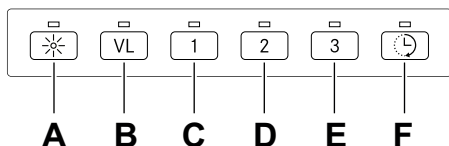

Fig. 9
1. Åbn programmering: Hold knap A og B nede i 3 sekunder, så de begge blinker 3 gange, se Fig. 9. Programmeringstilstanden er nu aktiv i 30 sekunder.
3. Gem programmeringen: Hold knap A og B nede i 3 sekunder, se Fig. 9. Knap A og B blinker 2 gange for at bekræfte, at programmeringen er gemt.